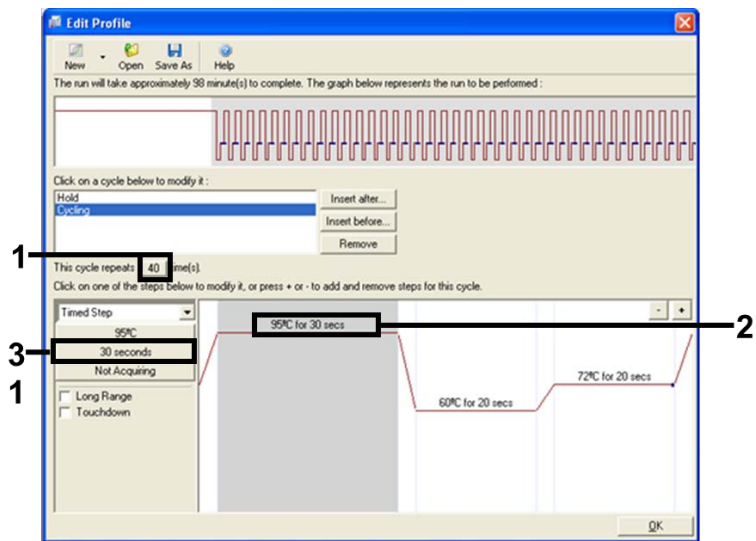

Abbildung 6. Zyklusschritt bei 95 °C
8. Stellen Sie die Anzahl der Zykluswiederholungen auf 40 ein. Wählen Sie den ersten Schritt aus und stellen Sie diesen für 30 Sek. auf 95 °C ein (Abbildung 6).